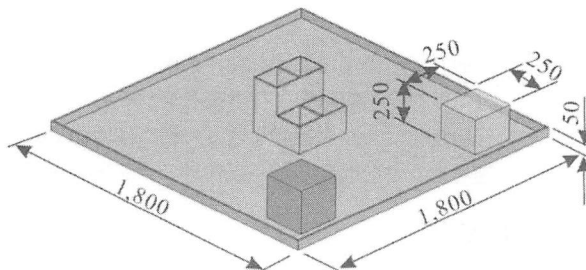

図 3 フィールド形状
- ・フィールド： 図 3 に示すように、内寸 1800mm×1800mm、周囲を高さ 50mm の壁で囲う。